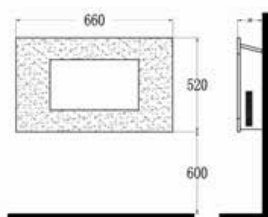

Fig. 3
- Si consiglia di tenere un'altezza di 600 mm dalla base della stufa al pavimento per una visualizzazione ottimale della base combustibile (vedere Fig. 3 per le dimensioni di fissaggio consigliate).